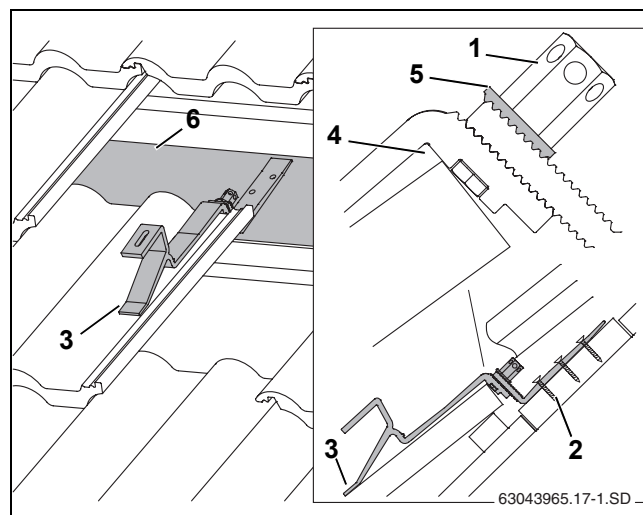

Fig. 14 Cârlige de acoperiș montate (pentru ca această imagine să fie mai clară, nu s-au reprezentat unele țigle)
- ▶ Punctul de sprijin pe țiglă trebuie să se afle în partea anterioară astfel încât în cazul unei încărcări cârligul să se sprijine pe partea concavă a undulației (Fig. 14, [3]).
În acest caz, cârligul de acoperiș trebuie să se poată mișca ușor pe muchia superioară a țiglei (Fig. 14, [2]). Dacă este necesar, ajustați țiglele în partea superioară.
- ▶ Împingeți în jos partea inferioară a cârligului de acoperiș până când aceasta se sprijină pe căprior, respectiv pe scânduri/dulapi (Fig. 14, [6]).
Șaiba suport zimțată (Fig. 14, [5]) trebuie să se prindă în îmbinarea dințată a părții inferioare a cârligului.
- ▶ Strângeți piulița lungă hexagonală (Fig. 14, [1]). Pentru aceasta, introduceți cheia cu deschidere de 5 în orificiu și răsuciți-o.
- ▶ Fixați partea inferioară a cârligului de acoperiș pe căprior cel puțin în primul (Fig. 14, [2]) și în cel de-al doilea orificiu folosind șurburile adecvate.